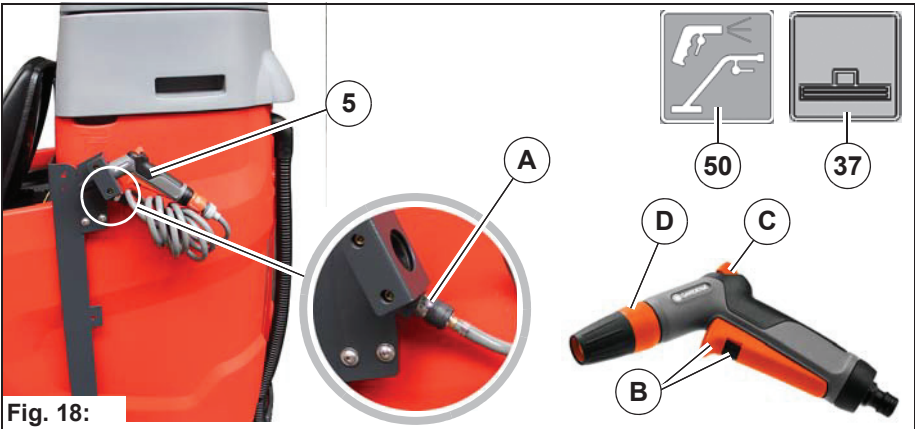

Fig. 18:
1. Raccorder le tuyau au raccordement d'eau de la machine **Fig. 18-A**.